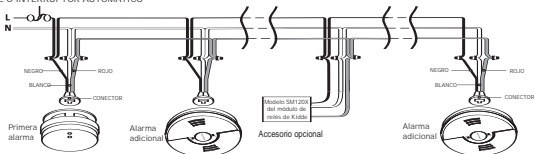

FIGURA 3 "DIAGRAMA DEL CABLEADO DE INTERCONEXIÓN"
- En la Figura 3 se muestra un cableado de interconexión. Una conexión inadecuada originará daños a la alarma, incapacidad de funcionamiento de ésta o riesgo de recibir una descarga eléctrica.